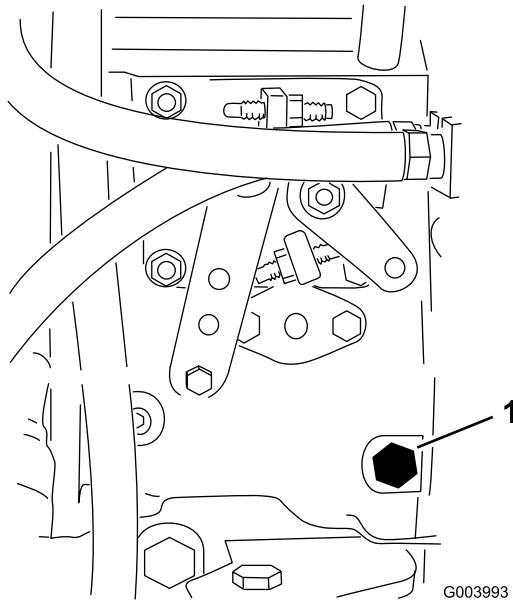

Figura 20
- Desaperte o parafuso de drenagem que se encontra na bomba de injeção de combustível (Figura 20) com uma chave de 12 mm.